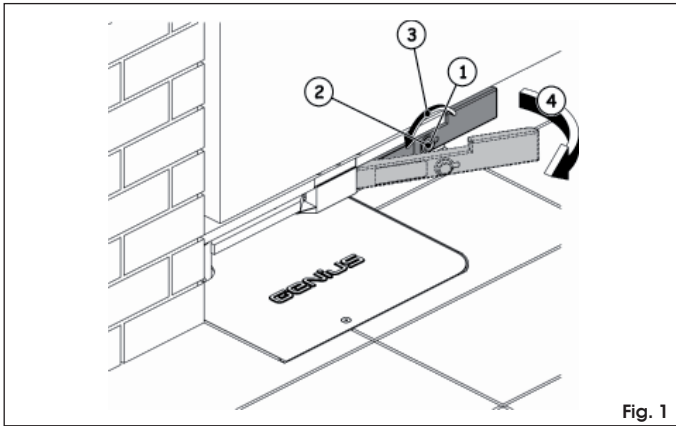

Fig. 1
- ouvrir le capot de protection de la serrure (Fig. 1 réf. ①)
- insérer la clé de déverrouillage dans la serrure (Fig. 1 réf. ②)
- tourner la clé dans la direction du pilier jusqu'à l'arrêt (Fig. 1 réf. ③)
- tirer la clé vers soi (Fig. 1 réf. ④)